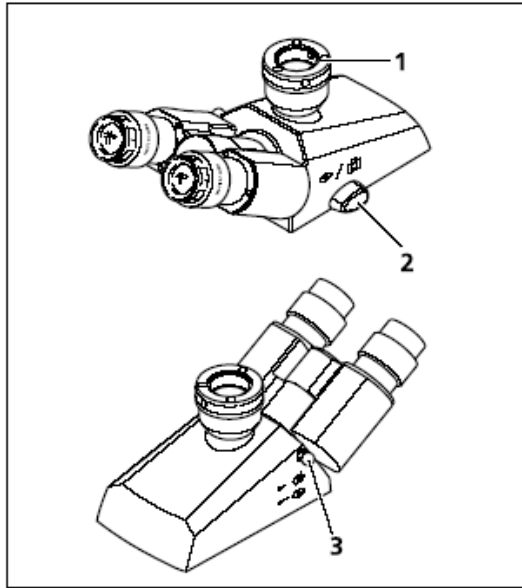

图4-32 双目照相镜筒
安装相应的接口后, 双目观察筒照相接口 (图4-32/1) 上可以安装反射式照相机、显微照相机或摄影机。使用光路转换开关, 光线就可以导入目镜或所安装的相机。
- 光路转换开关 (图4-32/2) 置于向前位置 (眼睛标识): 光线 100% 到达目镜。
- 光路转换开关 (图4-32/2) 置于向后位置 (相机标识): 光线 100% 到达相机。
- 推动推杆 (图4-32/3) 推入: 关闭目镜遮光帘。
- 推动推杆 (图4-32/3) 拔出: 打开目镜遮光帘。